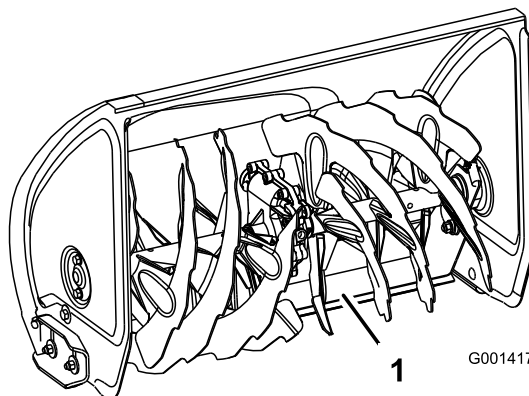

Figure 43
4. Appuyez sur les poignées pour permettre à la lame racleuse pivotante de s'avancer au maximum, puis abaissez l'avant de la machine de sorte que le bord avant de la lame racleuse touche le sol (Figure 43).